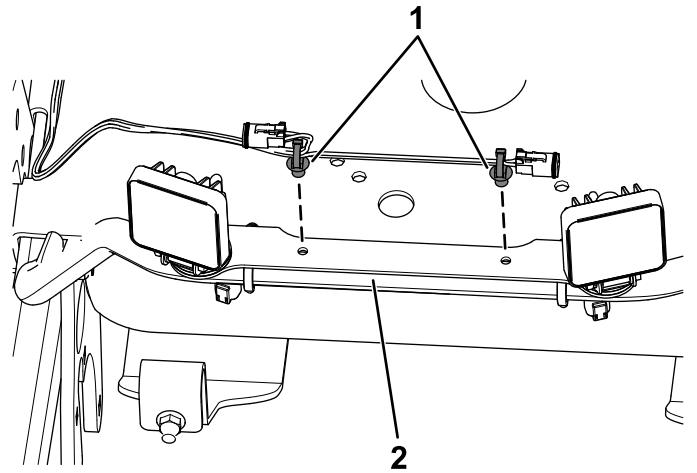

図4
2. ワイヤハーネスを、ライトブラケットに固定する押し込みファスナー2個をハーネスに使用する 図4。